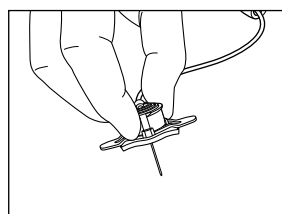

図3
7. 体内植込み型カテーテルのセプタムの穿刺部位を触知にて確認し、針管をセプタム部に垂直に穿刺する。(図3)